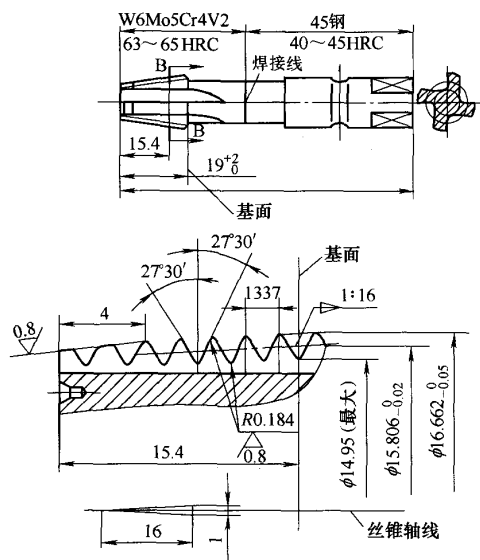

图 2
①丝锥工作部分采用 W6Mo5Cr4V2 材料经淬火回火处理，而非工作部分（柄部）则采用 45 钢经调质处理。锥形丝锥见图 2。